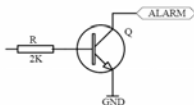

Figura 2
2. Saída alarme (veja Figura 2)